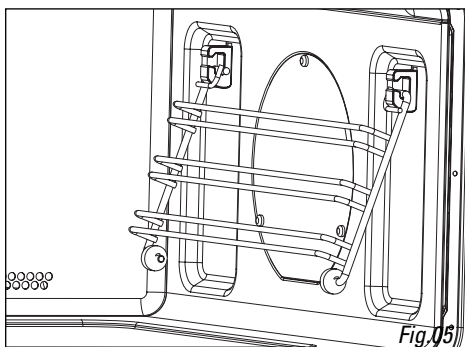

Fig.05
- **Les grilles latérales (Fig.05/06) :** 2 étagères munies de crochets permettent d'utiliser les accessoires sur 3 niveaux.